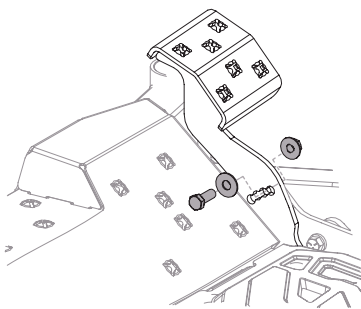

Figura 41
2. Retire el perno hexagonal, la arandela y la tuerca hexagonal cerca del centro del conjunto del pedal. Vea la Figura 41.
4. Vuelva a instalar el hardware que retiró anteriormente y apriete la tuerca a 28-35 pies-libras (38-47 N-m). Vea la Figura 41.